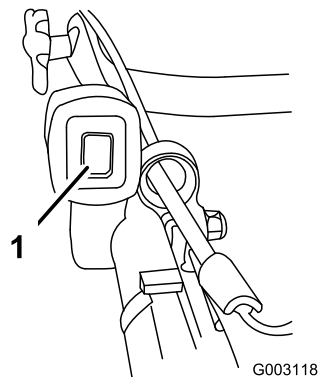

Figure 16
1. Poussez le commutateur d'allumage en position contact établi (I) (Figure 16).